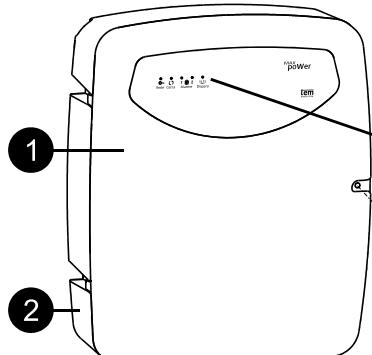

figura 1: gabinete - vista frontal
Para abrir la caja, con la ayuda de una destornillador estriado, suelte el tornillo localizado en la tapa (figura 1 / item 3). Al terminar la instalación aprete nuevamente el tornillo. Verifique si el cierre entre la tapa y la base está bien alineado y si no posee grietas entre ellas. Esto es fundamental para garantizar un buen sellado. En caso que el electrificador ya esté instalado y en funcionamiento, desarme la función CERCA utilizando el control remoto antes de realizar la apertura de la tapa. Si el control remoto no estuviera disponible y como medida emergencial, apague la central retirando el jumper J6 (**LlaveGeneral**).